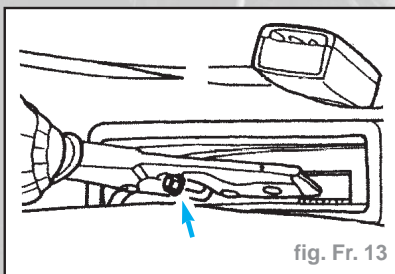

fig. Fr. 13
- Desserrer l'écrou de réglage (fig. Fr. 13).